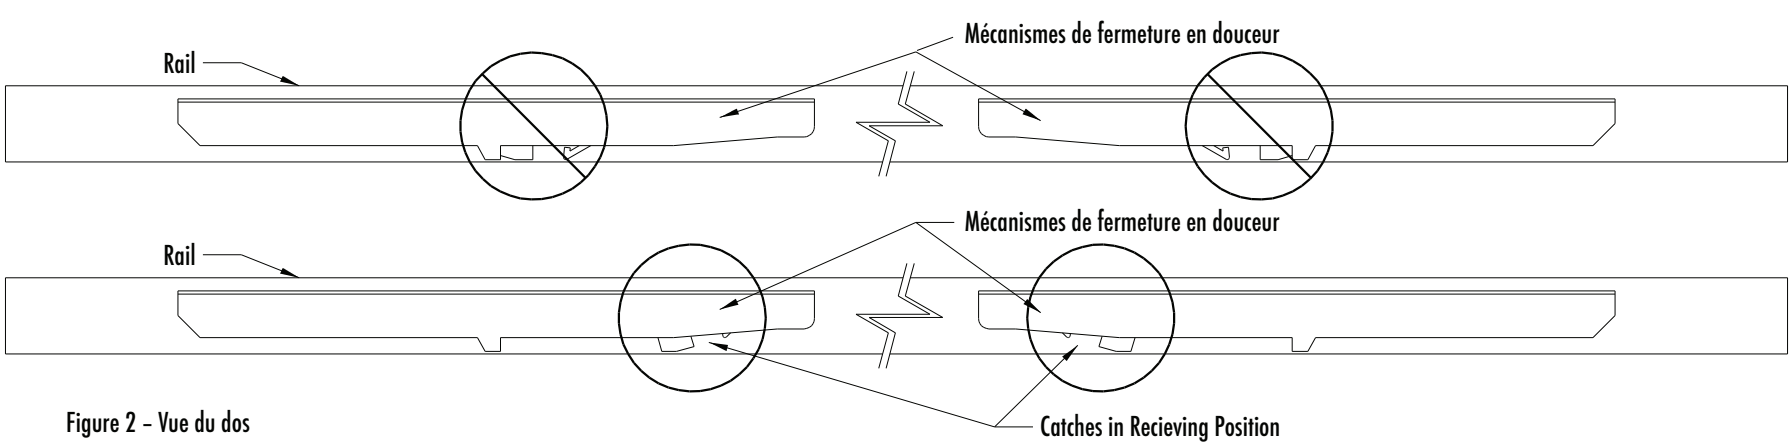

Figure 2 – Vue du dos
Étape 4) Avec la porte ainsi préparée, suspendez-la en vue de l'installation des bras de déclencheur. Remarque : gardez la porte éloignée des mécanismes de fermeture en douceur pour faciliter l'installation des bras de déclencheur. Avant l'installation, placez les deux mécanismes de fermeture en douceur en position de réception de loquet. Si le loquet est en position fermée (non réceptrice), utilisez votre doigt pour faire glisser le loquet et l'ouvrir (voir la Figure 2). Répétez pour le second mécanisme de fermeture en douceur du rail, pour un fonctionnement correct.